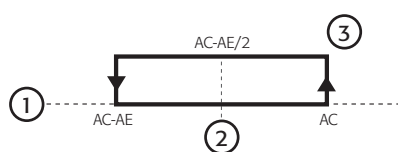

Fig. 4.1
- Gibt die Überschreitung der Grenze zwischen Ac und AE an (aus der Berechnung:  $Ac-AE/2$ , siehe Fig. 4.1);
- Gibt die Überschreitung des Temperatursollwertes Ac an (siehe Fig. 4.1);